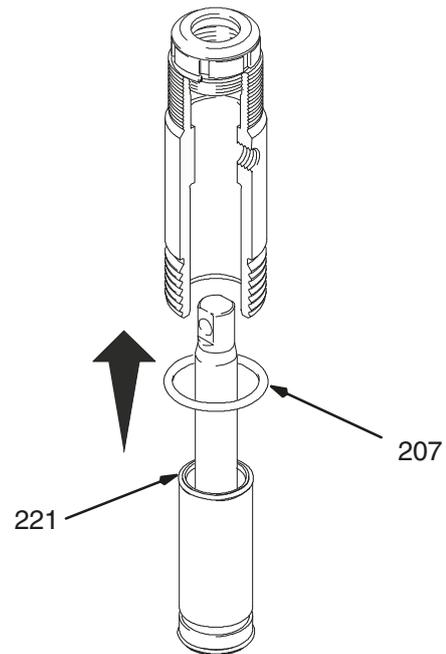

Fig. 17. 7582A
Fig. 17. Aplique massa lubrificante no anel em forma de O (221) e coloque-o na manga. Faça deslizar a montagem da manga/haste do pistão para a parte inferior do cilindro. Substitua o anel em forma de O (207), se desejado.